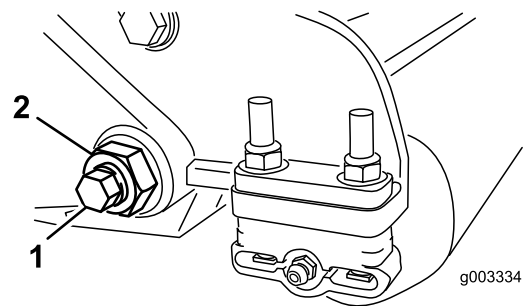
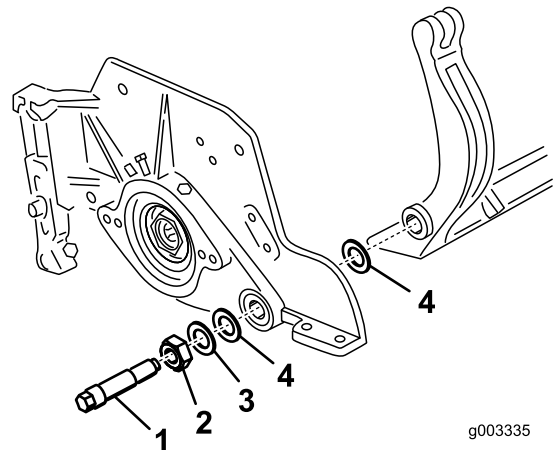

Bild 35
Bild 36
3. Lösen Sie an jeder Seite der Maschine die Klemmmutter, mit der die Schraube des Untermesserträgers befestigt ist (Bild 35).
4. Nehmen Sie jede Schraube des Untermesserträgers ab, damit der Untermesserträger nach unten gezogen und von der Maschine entfernt werden kann (Bild 35). Bewahren Sie die beiden Nylonscheiben und die beiden Scheiben aus gestanzten Stahl an jedem Ende des Untermessers auf (Bild 36).
Hinweis: Legen Sie eine Nylonscheibe an jede Seite des Seitenplattenansatzes. Legen Sie eine Stahlscheibe außen auf jede Nylonscheibe (Bild 36).